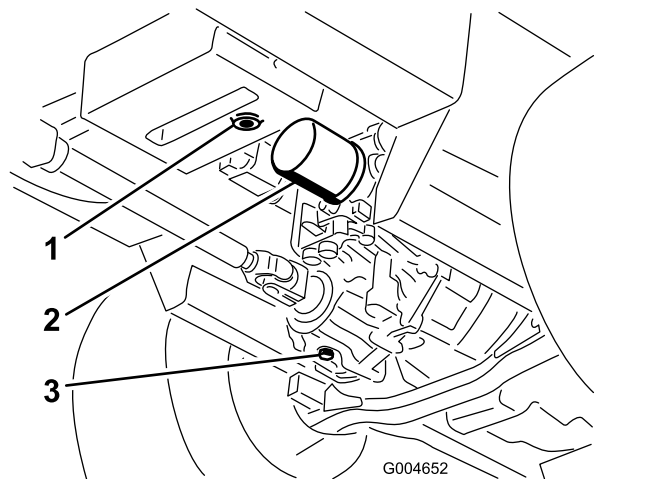

Figure 64
3. Placez un grand bac de vidange sous le réservoir hydraulique et le carter de transmission, et enlevez les bouchons pour vidanger tout le liquide hydraulique (Figure 64).
4. Nettoyez la surface autour du filtre à huile hydraulique et retirez le filtre (Figure 64).